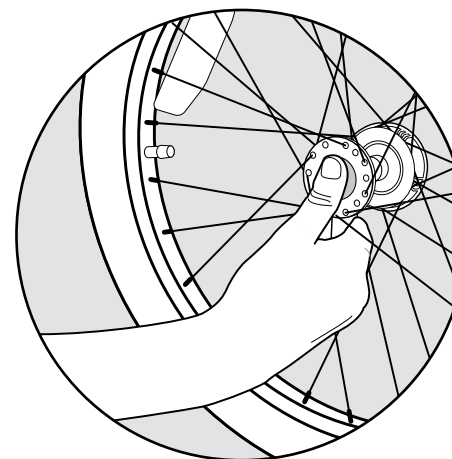

Figura 4
1. Presione el botón de goma situado en la parte externa del buje de la rueda (Figura 4).